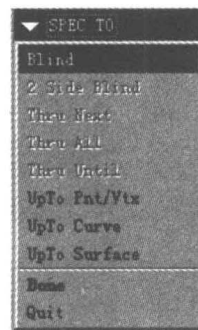

图 1.14 SPEC TO 子菜单
- (10) 单击工具栏中的完成按钮  完成草图的绘制，这时，出现如图 1.14 所示的 SPEC TO 子菜单。